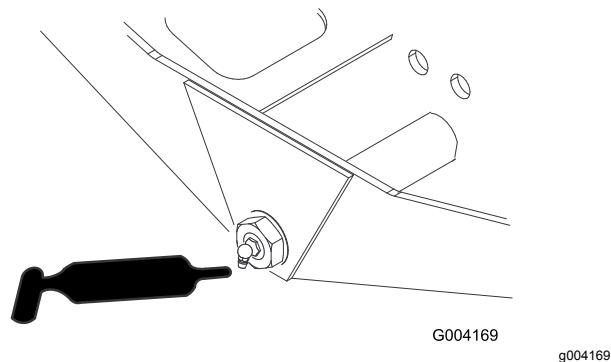

Figura 50
- Perno dello sterzo dell'assale (1) (Figura 50)